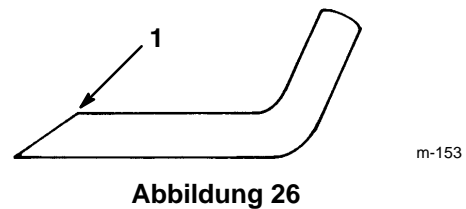

Abbildung 26
6. SCHÄRFEN DES MESSERBALKENS – Mit einer Feile die Oberseite des Messerbalkens so schärfen, daß der ursprüngliche Schnittwinkel beibehalten wird (Abb. 26). Der Messerbalken bleibt ausgewuchtet, wenn von beiden Schneidkanten die gleiche Materialmenge entfernt wird.